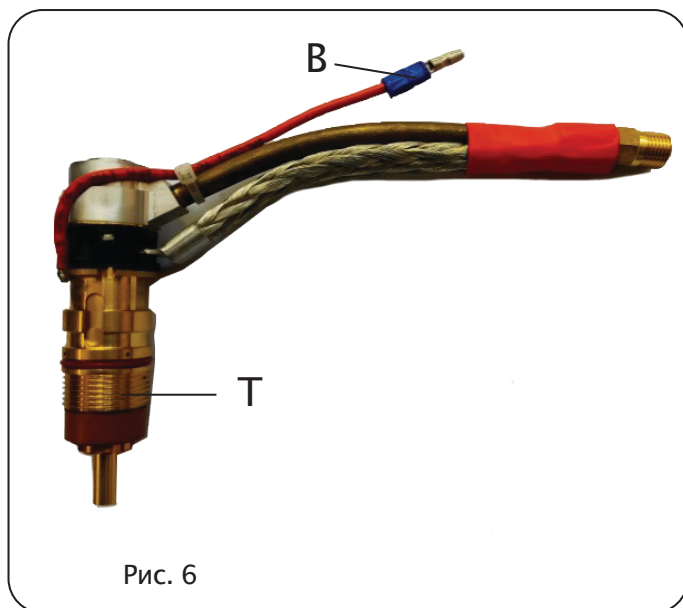

Рис. 6
- Закрутите фитинги **D** и **E** в соответствии с направлением стрелки – Рис. 6.
- Замените кабель сварочной горелки, вручную закрутите фитинги **D** и **E** согласно направлению стрелки на Рис. 6.